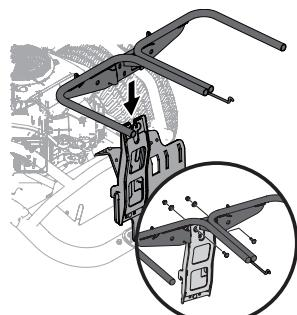

Figure 8
- Installez et fixez l'ensemble de suspension (683-04461C) sur le support vertical à l'aide de deux boulons de chariot (710-0276), deux rondelles de tasse (736-0242) et deux contre-écrous d'épaulement (712-04063) du kit de quincaillerie 689-01419. Voir Figure 8.